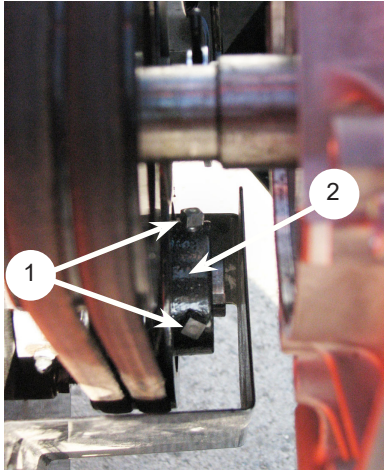

Figura 5.7, Polea de correa del eje del rotor
6. Afloje los tornillos de sujeción que sostienen la polea de la correa sobre el eje del rotor. Mueva la polea sobre el eje de modo que esté alineada con la polea de accionamiento del motor. Se deberá mover la polea tanto como se movió al rotor, pero en la dirección opuesta. Aplique un par de torsión de 160 lb-pulg. al tornillo de fijación de la polea (Figura 5.7).